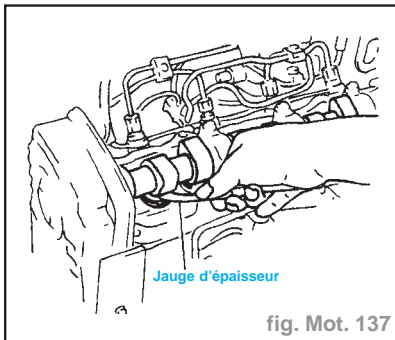

fig. Mot. 137
- A l'aide d'un calibre d'épaisseur, mesurer le jeu entre le poussoir de soupape et l'arbre à cames (fig. Mot. 137).